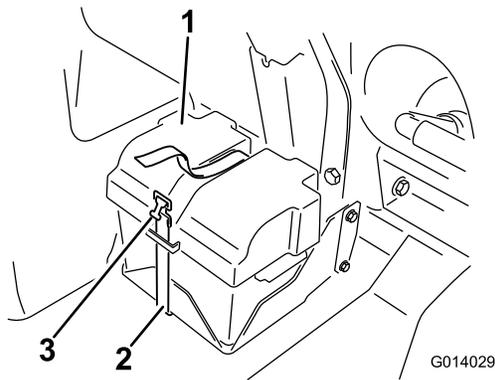

Figura 84
2. Retire la tapa de la batería y desconecte el cable negativo de tierra (negro) del borne de la batería (Figura 84).
4. Instale la tapa de la batería y sujétela con la correa que retiró anteriormente (Figura 84).